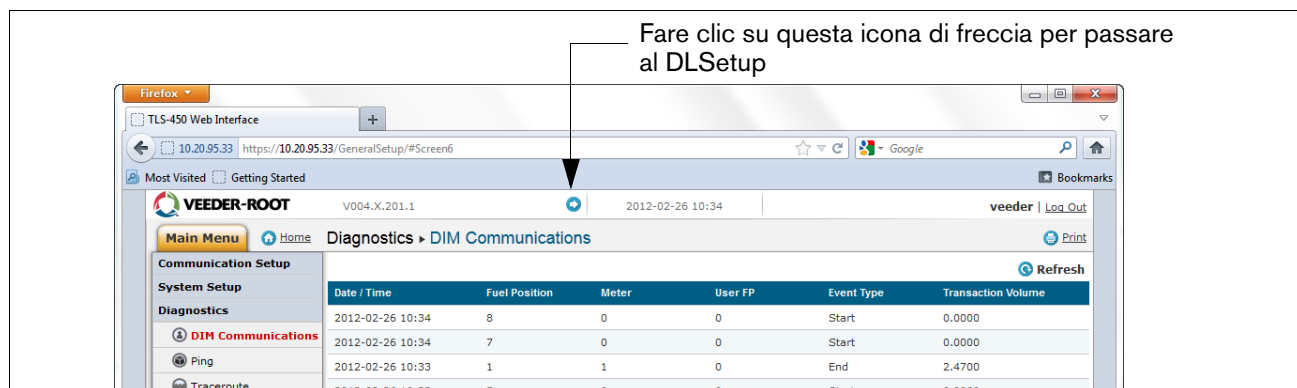

Figura A-13. Passaggio a DLSetup
15. Fare clic sulla freccia appena a sinistra della data per passare all'applicazione DLSetup (vedere la Figura A-13).